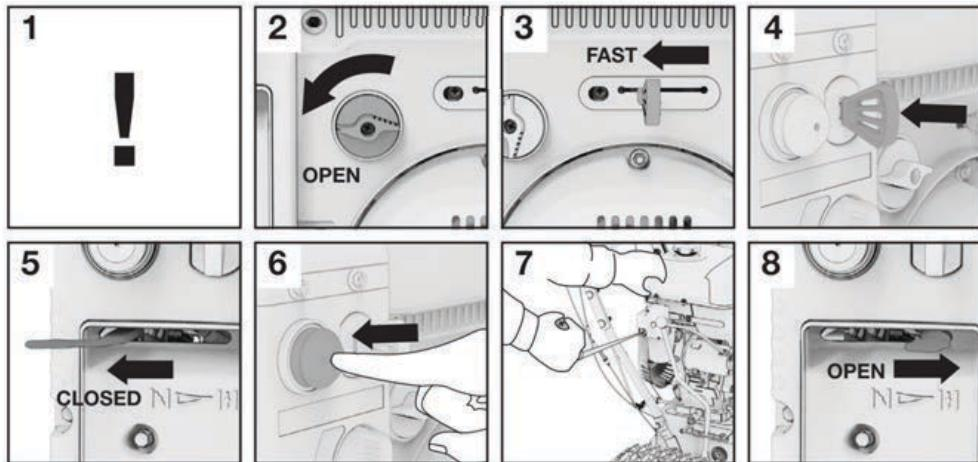

Рис. 31
Запуск любого двигателя можно произвести вручную. Порядок действий представлен на Рис. 31
- Внимательно изучите информацию в Паспорте изделия (Поз 1, Рис.31),
- Откройте кран подачи топлива (Поз 2, Рис.31). Его расположение (Поз 8, Рис.3)
- Вставьте контактный ключ зажигания (Поз 4, Рис.31). Его расположение (Поз 3, Рис.3)
- Рычаг воздушной заслонки (Поз 1, Рис.3) переместите в положение «Закрыто» (Поз 5, Рис.31)
После запуска дайте двигателю поработать несколько секунд и переведите рычаг воздушной заслонки (Поз 1, Рис.3) переместите в положение «Открыто» (Поз 5, Рис.31)